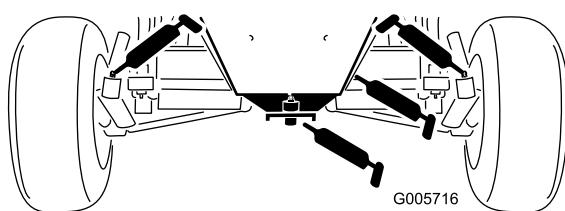

Figura 42
- Casquilhos do eixo da roda traseira (Figura 42)
- Casquilhos da placa de direcção (Figura 42)
- Casquillo do pino do eixo (Figura 42)